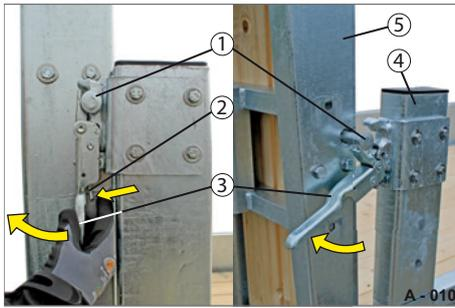

Abb. 19 Sicherungsverchluss entriegeln
- ▶ Drücken Sie die Verschluss-Sicherung (Abb. 19/2) ein und
- ▶ Ziehen Sie am Verschluss-Hebel (Abb. 19/3).
- Der Zapfen (Abb. 19/1) der Auffahr-rampe (Abb. 19/5) wird freigegeben.
- ▶ Drücken Sie den Verschluss-Hebel (Abb. 19/3) an die Eckrunge (Abb. 19/4) mit flacher Hand. Die Verschluss-Sicherung (Abb. 19/2) schnappt ein. Der Sicherungsver-schluss ist verriegelt.